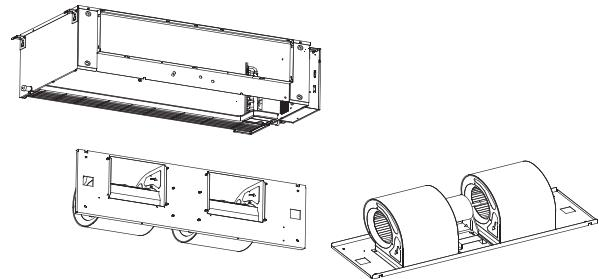

Рис. 9-6
- Снимите провод двигателя, переднюю панель и отремонтируйте двигатель (см. рис. 9-6).